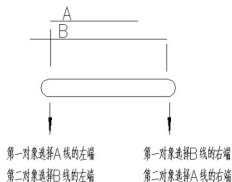
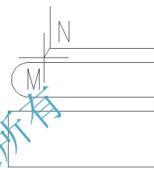

图 5.52 用【圆角】命令修改平行线
图 5.53 指定样条曲线的第二点
- 两条平行线的同侧端点不在同一垂直线时, 执行【圆角】命令时, 选择任何部分作为第一对象, 结果是不相同的, 结果对比如图 5.52 所示。
(11) 单击【绘图】工具栏上的【样条曲线】图标或在命令行输入“Spl”并按 Enter 键, 启动【样条曲线】命令。
① 在指定第一个点或 [对象(O)]: 提示下, 打开【对象捕捉】功能, 捕捉如图 5.53 所示的 N 点。
② 在指定下一点或 [闭合(C)/拟合公差(F)] <起点切向>: 提示下, 关闭【对象捕捉】功能, 如图 5.53 所示, 在 MN 连线 midpoint 的中点略微微偏右下部分单击, 以确定样条曲线的第二点。
③ 在指定下一点或 [闭合(C)/拟合公差(F)] <起点切向>: 提示下, 打开【对象捕捉】功能, 如图 5.53 所示的 M 点(即图中十字光标的位置)。
④ 在指定起点切向: 提示下, 按 Enter 键, 表示不指定起点切向, 采用系统自动计算的默认切向。
⑤ 在指定端点切向: 提示下, 按 Enter 键。